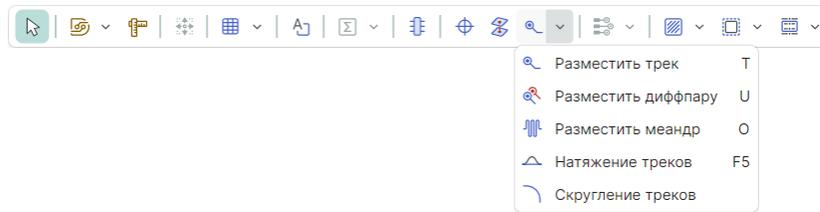

Рис. 91 Встроенная панель редактора платы
- «Встроенная панель инструментов» – настройки включения/выключения отображения встроенной панели инструментов и выбор расположения данной панели в окне редактора. Внешний вид встроенной панели редактора платы представлен на Рис. 91.